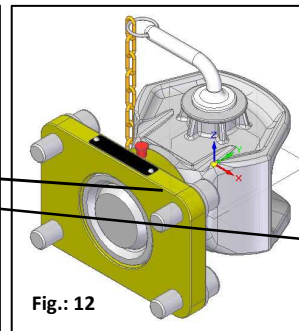

Fig.: 12
- remorcarea cu ochet de tracțiune (inel de remorcare) (opțional) (Fig.: 12)